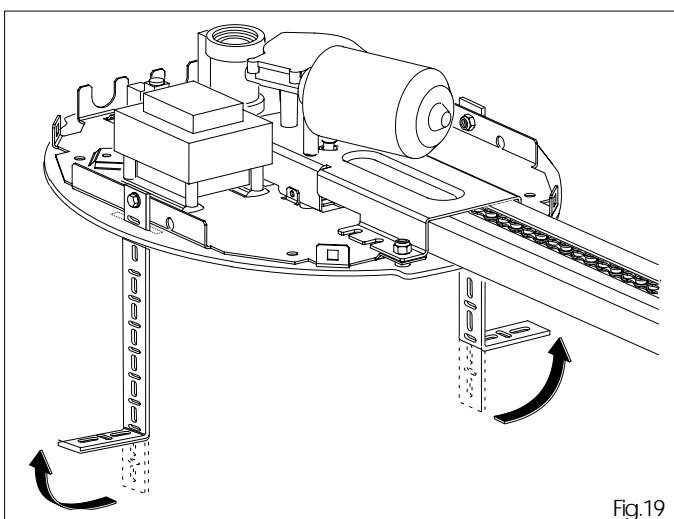

Fig.19
6.10 Piegarle alla misura rilevata le staffe di fissaggio (fig.19).